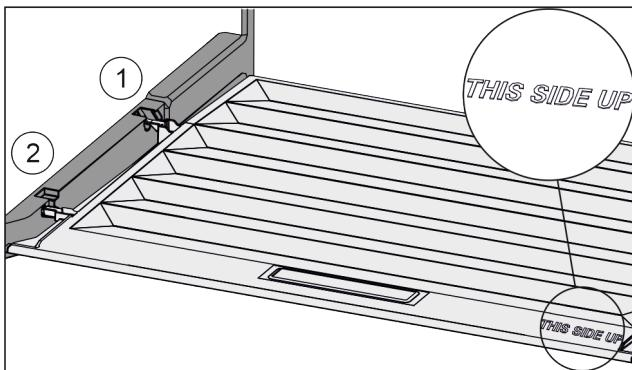

Fig. 116
- ▶ Výstupky veka zavedte cez otvor zadného držiaka Fig. 116 (1) a zaistite vpredu v držiaku Fig. 116 (2).